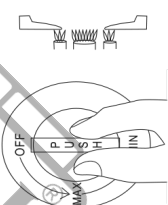

Rys. 14
8. Wybierając miejsce do postawienia kuchenki gazowej, upewnij się, że jest ono stabilne i równe. Kuchenka gazowa potrzebuje dużo miejsca i powietrza. Należy pozostawić co najmniej 15 cm wolnej przestrzeni po bokach i 100 cm nad urządzeniem (rys. 14). Jeśli przestrzeń jest mniejsza niż 15 cm od łatwopalnych ścian, należy zapewnić płytę termoizolacyjną. Należy również pamiętać o trzymaniu papieru, oleju i innych łatwopalnych przedmiotów z dala od kuchenki gazowej.